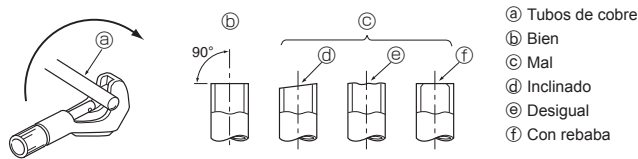

Fig. 5-2
5.2.1. Corte del tubo (Fig. 5-2)